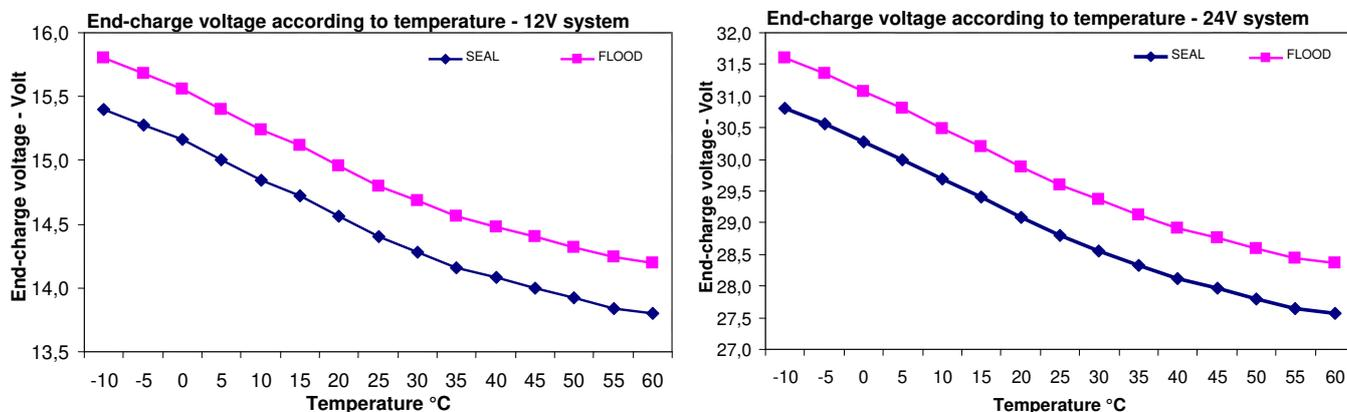

Fig.3 Courbe de compensation de la tension de recharge  $V_{eoc}$  en fonction de la température de batterie
- 3) Vérifier l'allumage correct de la charge. Si la charge n'est allumée que la nuit, il est possible de simuler la nuit en débranchant momentanément l'un des fils du module PV. Avec la charge allumée, vérifier le courant que ce dernier a absorbé en lisant l'information sur la page spécifique du module LCD (Fig.3).
<p>◀▶</p>  <p>◀▶</p>  <p>◀▶</p> <p>....</p> 	<p>Elle configure la tension de la charge pour la batterie.  SEAL doit être configuré pour les batteries au plomb hermétiques VRLA ou GEL (*).  FOOD doit être configuré pour les batteries au plomb à vase ouvert (*).  Li doit être configuré pour la charge des batteries au lithium. Non seulement il faut activer le programme « Li » mais il faut configurer également la tension de fin de charge conformément aux indications du fabricant de la batterie lithium-ion. Le dispositif ESUN PLUS BOOST permet de configurer la tension de charge Li dans l'intervalle 14.0 V – 14.7 V pour les systèmes à 12 V, 28.0V – 29.4V pour les systèmes à 24V.  Il faut consulter le manuel de la batterie sélectionnée pour choisir la bonne valeur de la tension de charge pour les batteries au lithium.  Lorsque le programme Li est activé, la tension de fin de charge n'est pas compensée en température mais elle est configurée à la valeur sélectionnée pour chaque valeur de température lue par le dispositif ESUN PLUS BOOST.</p> <p>*Les tensions de charge relatives à chaque programme, qui sont indiquées sur les Fig.3, Tab.4 suivantes, doivent être choisies selon les indications du fabricant de la batterie.</p>